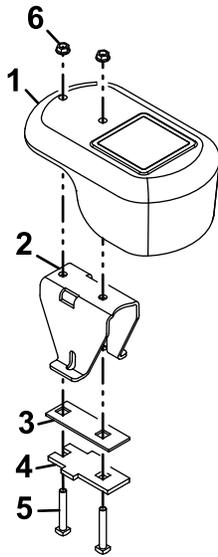

Figura 7
- Utilice los pernos ($\frac{3}{8}$ " x $2\frac{1}{2}$ ") y las tuercas ($\frac{3}{8}$ ") para sujetar las placas al peso (Figura 7).